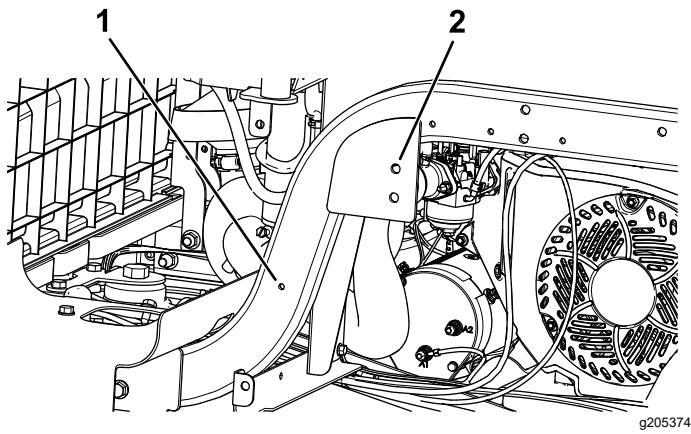

Bild 20
- Fluchten Sie eine Überrollschutzhalterung mit den zwei Löchern hinter dem Sitzunterteil und dem Loch vorne an der Rahmenschiene aus, wie in Bild 20 abgebildet.
3. Markieren Sie die Lochpositionen an der Überrollschutzhalterung (Bild 20).